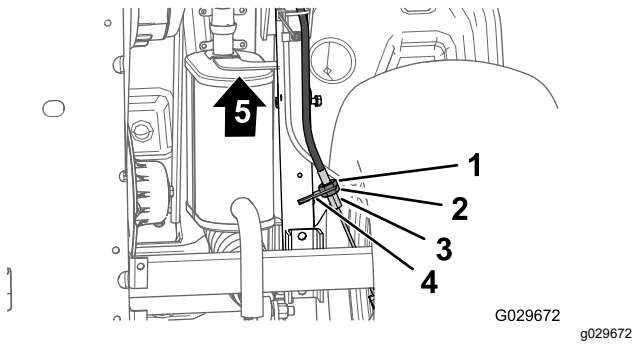

図 66
3. 機体の下側で、駐車ブレーキケーブルのねじ山付きアジャスタの後ジャムナットを4回転ゆるめる 図 66。
4. 前側ジャムナットを締める 図 66。
- A. ブレーキケーブルのねじ山付きアジャスタの前ナット 図 66 を1回転ゆるめる。
- B. 後側ジャムナット 図 66 を締める。
- A. ブレーキケーブルのねじ山付きアジャスタの後ナット 図 66 を1回転ゆるめる。
- B. 前側ジャムナットを締める 図 66。